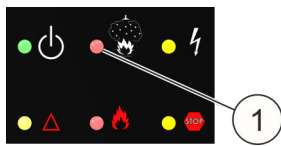

Abb. 21: LED "Löschanlage angesteuert"
31. ► Kontrollieren, ob die LED "Löschanlage angesteuert" (Abb. 21/1) nicht leuchtet.